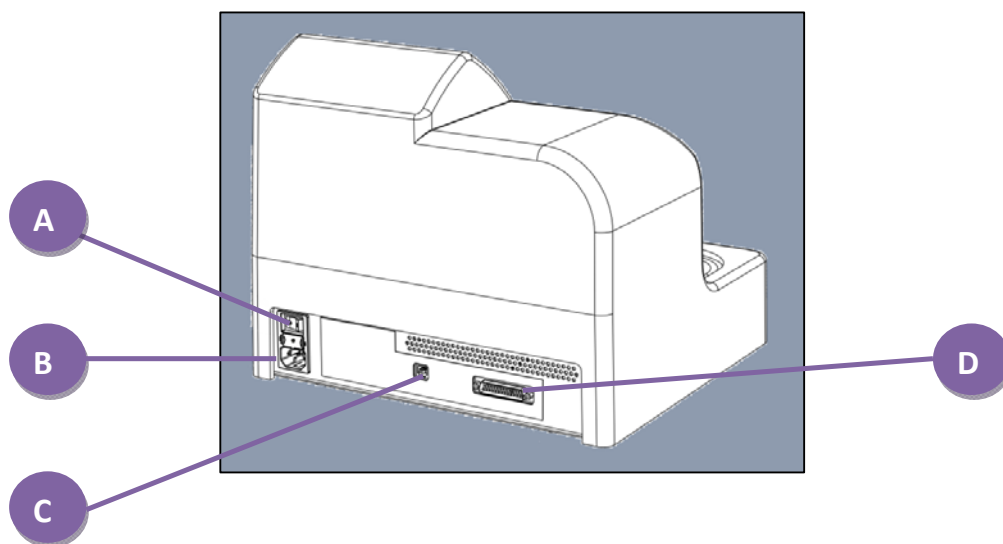

Figura 2 AIM™, vista posteriore
3. Accendere lo strumento utilizzando l'interruttore collocato sul retro del AIM™. Le posizioni dell'interruttore principale sono contrassegnate da **'1' (ON (acceso))** e **'0' (OFF) (spento)**. Vedi Figura 2.